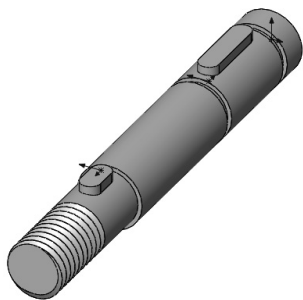

图 7-55 传动轴装配体
- [1] 打开初始文件“Z7L6.asm”，传动轴装配体如图 7-55 所示。